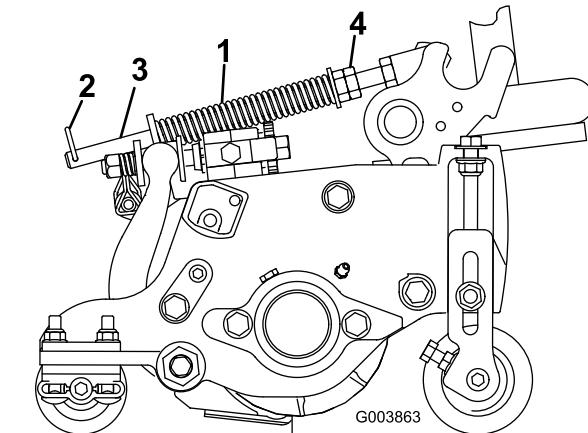

Figura 16
1. Certifique-se de que o contrapino do gancho está instalado no orifício traseiro na haste da mola (Figura 16).
2. Aperte as porcas sextavadas na extremidade dianteira da haste da mola até que o comprimento da mola em compressão seja de 15,9 cm (Figura 16).
**Nota:** Se tiver de remover a unidade de corte da máquina, move o contrapino do gancho para o furo frontal na haste da mola (Figura 16). Certifique-se de que a parte posterior do contrapino do gancho foi movido para o furo traseiro da haste da mola depois de a unidade de corte ser re-instalada na máquina.